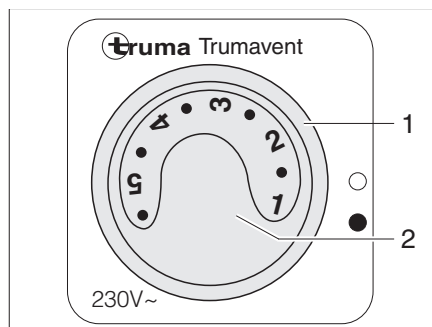

Fig. 108 Interruttore di comando per la ventola di ricircolo dell'aria (230 V)
- Portare l'interruttore girevole (Fig. 108,1) in posizione "●".
- Impostare con la manopola (Fig. 108,2) la prestazione desiderata della ventola di ricircolo dell'aria.
- Portare l'interruttore girevole (Fig. 108,1) in posizione "○".